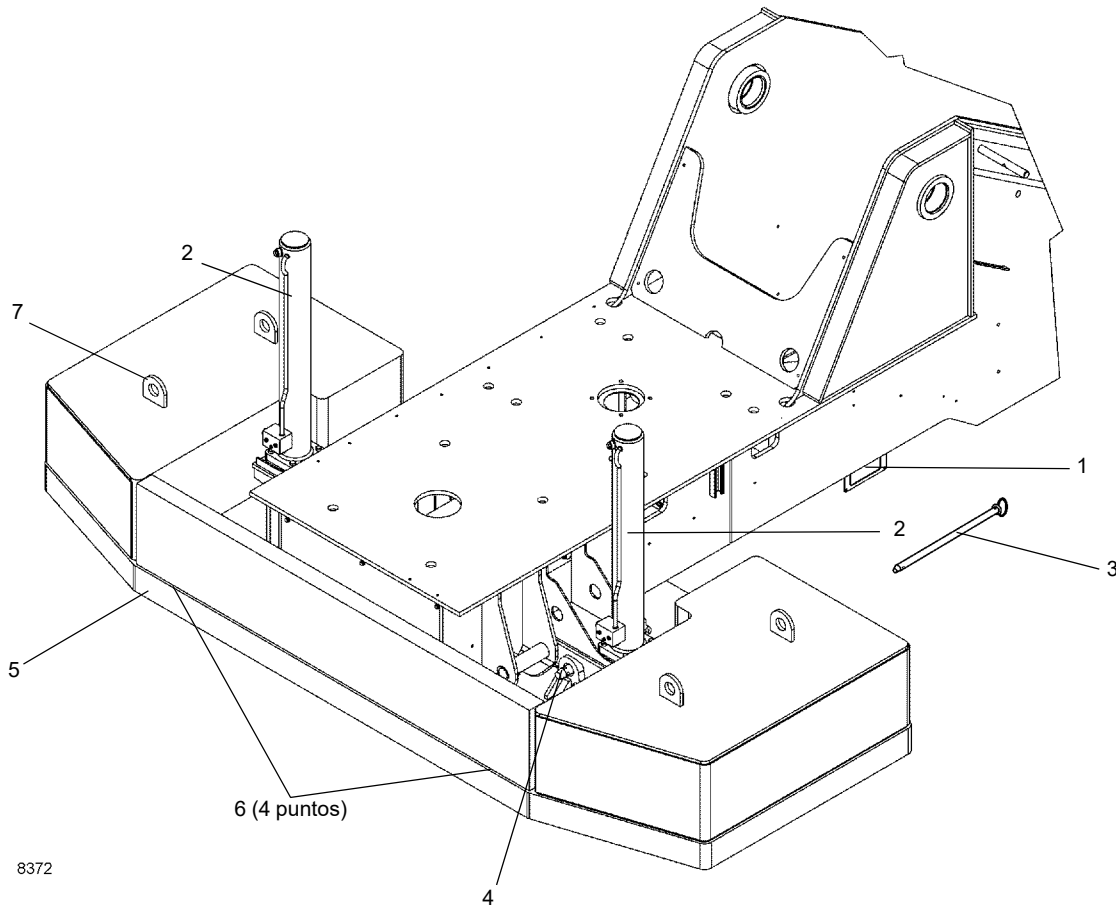

FIGURA 4-21
5. Utilice los interruptores de la válvula de retiro del contrapeso (Figura 4-20 y Figura 4-21) ubicados en ambos lados de la plataforma de giro para bajar los cilindros del contrapeso. Fije los cilindros al contrapeso, usando los pasadores de fijación de los cilindros. Instale pasadores de retención en los pasadores de fijación.